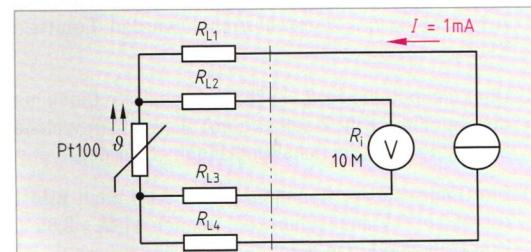

Bild 4: Vierleiter-Messverfahren
4. Ein Pt100 wird mit der Vierleiter-Schaltung bei einem konstanten Strom von 1 mA gemessen (**Bild 4**). Die vier Leitungswiderstände haben jeweils 4 Ω/Ader.